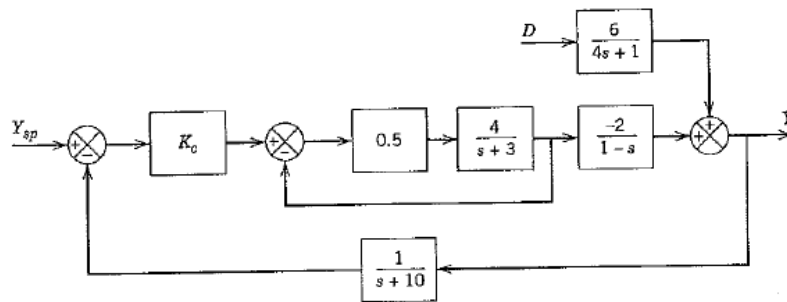

Figura 9: Diagrama de blocos.
11. O diagrama de blocos de um sistema de controle por realimentação é mostrado na Figura 9. Determine os valores de K_c que resultam em um sistema de malha fechada estável.